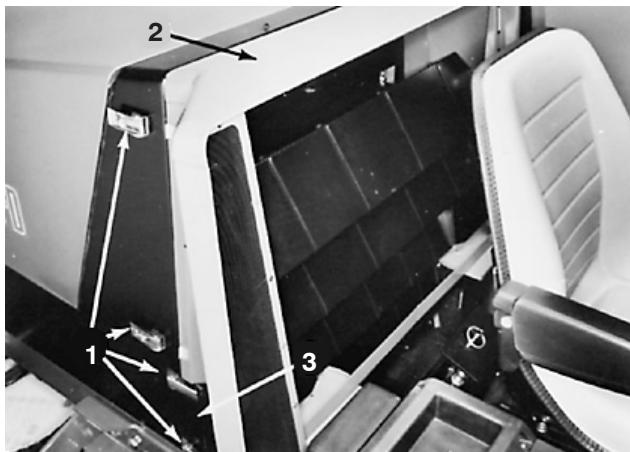

Bild 42
B. Entriegeln Sie die Riegellaschen an beiden Seiten und nehmen Sie die Kühlerhaube und die Rippenhalterung ab (Bild 42).